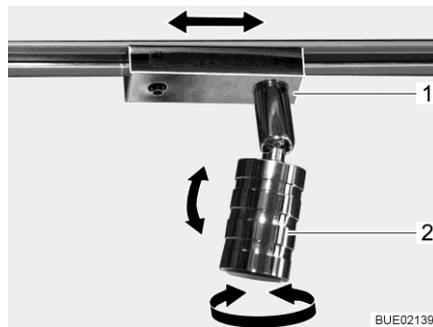

Fig. 83 Spot
Tourner : ■ Saisir le boîtier (Fig. 83,2) et le tourner.
Faire coulisser : ■ Saisir le socle (Fig. 83,1) et le tourner d'env. 45°.
- Saisir le socle (Fig. 83,1) et le tourner de 90°.